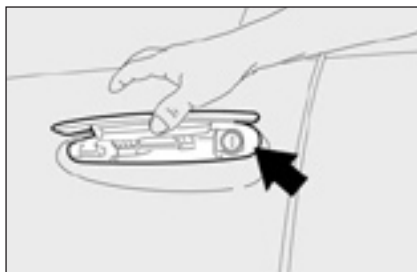

рис. 9
- ☐ замок любой двери (вращающийся цилиндр размещен под наружной ручкой дверей, как показано на **рис. 9**);